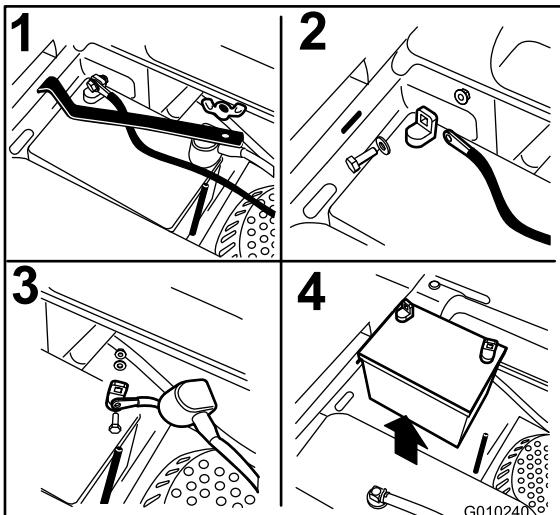

Figura 41
3. Retire la tuerca de orejeta que sujeta la abrazadera de la batería (Figura 41).
4. Retire la abrazadera (Figura 41).
5. Primero desconecte el cable negativo (negro) del borne negativo (-) (negro) de la batería (Figura 41).
6. Retire la cubierta de goma roja del borne positivo (rojo) de la batería y retire el cable positivo (+) (rojo) (Figura 41).
1. Coloque la batería en la bandeja con los bornes en el lado opuesto del depósito de combustible (Figura 41).
4. Fije los cables con 2 pernos, 2 arandelas, y 2 contratuerca (Figura 41).
6. Instale la abrazadera y sujétela con la tuerca de orejeta (Figura 41).